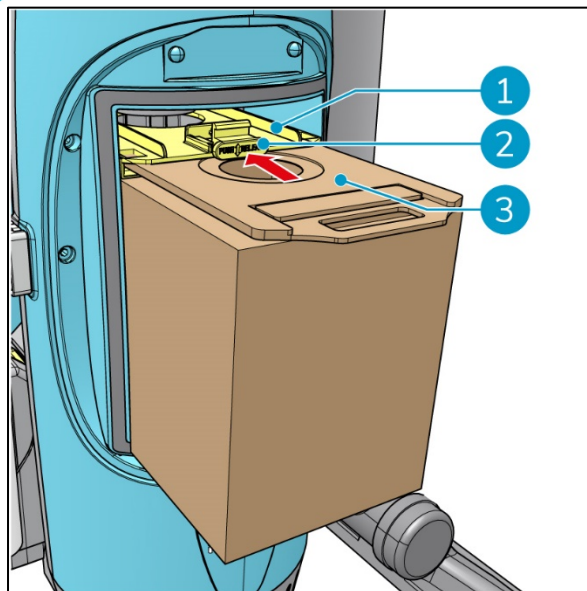

Figura 10
7. Coloque o suporte amarelo (Figura 10, posição 1) na posição superior. Carregue no botão amarelo (Figura 10, posição 2) que irá clicar quando atinge a posição de bloqueio.
8. Insira a moldura de cartão do novo saco de pó (Figura 10, posição 3) totalmente no suporte do saco amarelo.